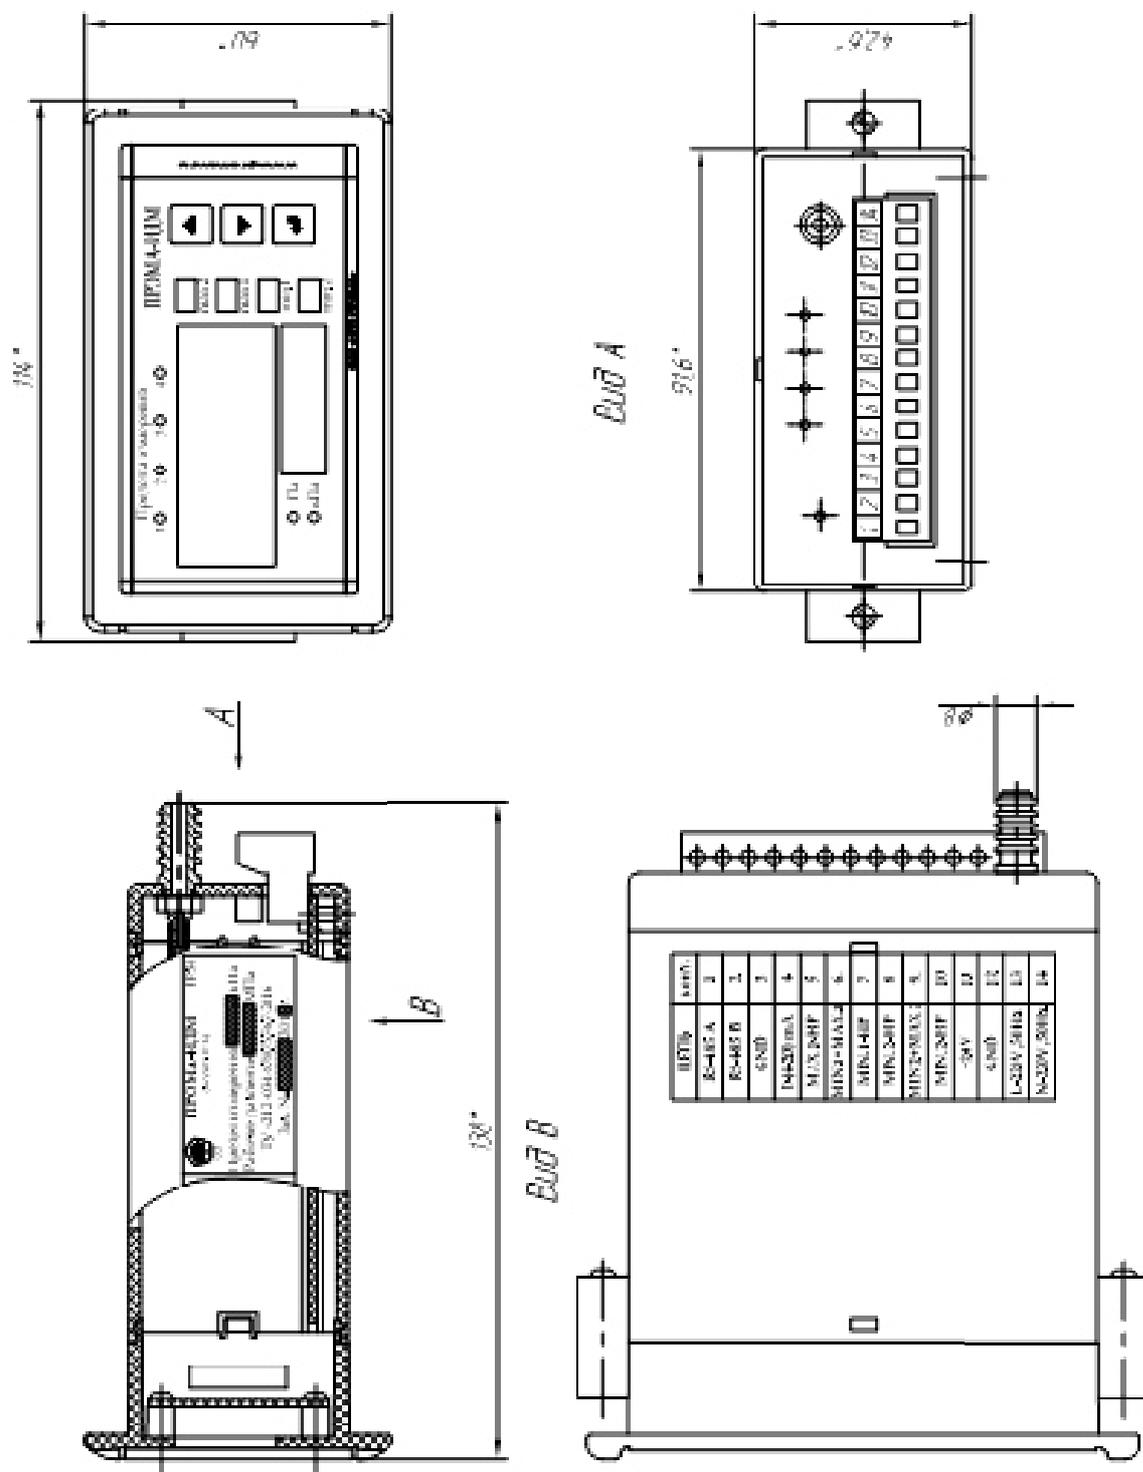

Рис. 1.1. Измеритель Прома-ИДМ-ДИ, ДВ, ДИВ Щитовое исполнение. Габаритный чертеж.
- Рис. 1.1. Измеритель Прома-ИДМ-ДИ, ДВ, ДИВ Щитовое исполнение. Габаритный чертеж.